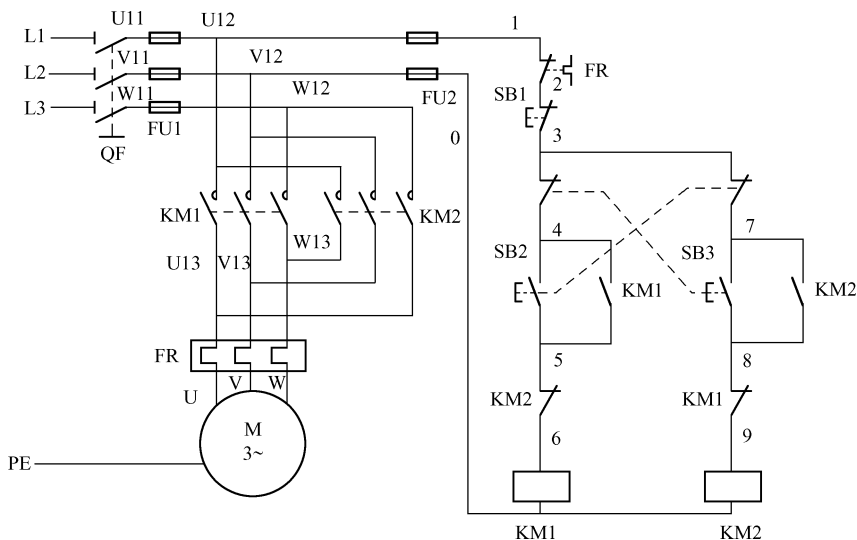

图 2.2.15 异步电动机正反转控制电路图
(4) 图 2.2.15 所示为用继电器控制的三相异步电动机正反转控制下来，将其改造成 PLC 控制。